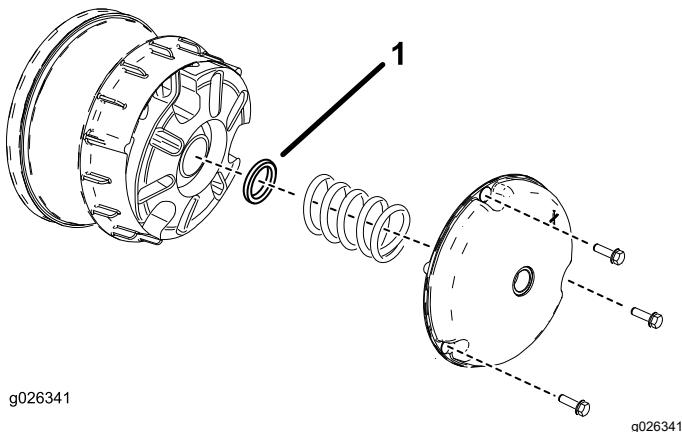

Figura 60
2. Retire los pernos que sujetan la tapa del embrague primario, como se muestra en la Figura 60.